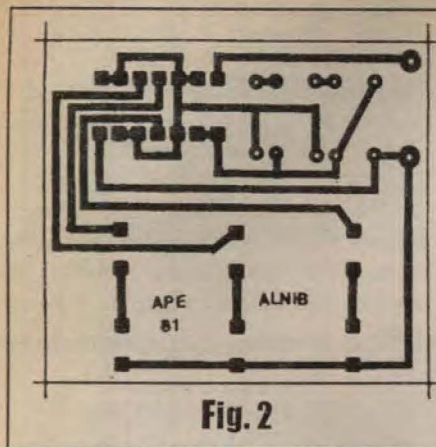

Fig. 2
- **FIG. 2 - LAY OUT DO CIRCUITO IMPRESSO ESPECÍFICO** - A configuração da placa, em seu padrão cobreado de ilhas e pistas, reflete a simplicidade do circuito, contribuindo para descomplicar bastante a realização da montagem... Como a figura está em escala 1:1 (tamanho natural), bastará ao caro leitor/hobbysta *carbonar* o diagrama sobre a face cobreada de um fenolite virgem nas indicadas dimensões, efetuar a traçagem (de preferência com decalques ácido-resistentes, baratos, práticos e garantidores de bom acabamento...), corrosão, furação, limpeza, etc., nos moldes convencionais já mais do que explicados... Não esquecer da conferência final, rigorosa, verificando se não restaram pequenos *curtos* ou falhas (que devem ser corrigidos antes de se começar a inserção e soldagem dos terminais dos componentes...). Aos *começantes*, algumas recomendações: adquirir os exemplares anteriores de **APE** e da antiga **ABC** para lá aprender importantes fundamentos construcionais e práticos da Eletrônica, e também ler com atenção as **INSTRUÇÕES GERAIS PARA AS MONTAGENS**, permanentemente encartadas nas Revista (estão por aí, em outra página...).